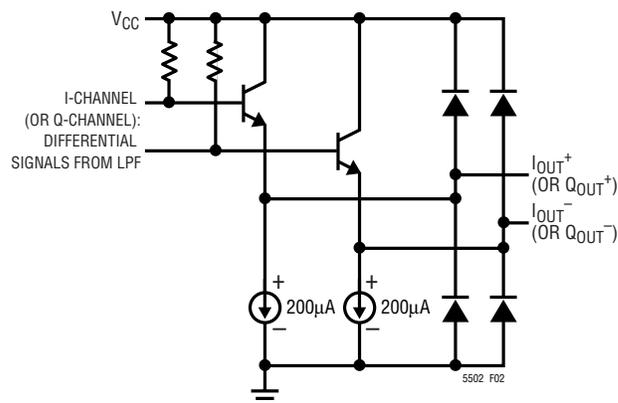

図 2. I チャンネル (または Q チャンネル) の出力の簡略回路図
7.7MHz で、群遅延リップルは 16.4ns です。I/Q 差動出力の出力ドライブ能力は 10pF の最大負荷容量で 1.5kΩ です。出力は内部で VCC -1.16V にバイアスされています。I チャンネルまたは Q チャンネルの簡略出力回路図を図 2 に示します。